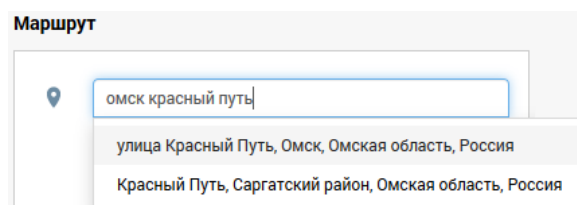

Рис. 198. Указание адреса
- 2) Задать адрес с помощью интерактивного поля. Для оперативного указания адреса необходимо указать город, улицу и номер дома. Во время набора адреса система будет предлагать пользователю наиболее подходящие варианты (см. Рис. 198):